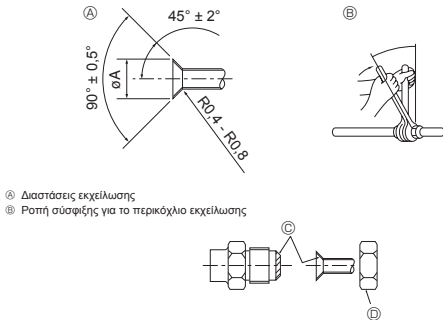

Fig. 5-1
Ⓐ (Fig. 5-1)
Ⓑ (Fig. 5-1)
5.2. Σωληνές σύνδεσης (Fig. 5-1)